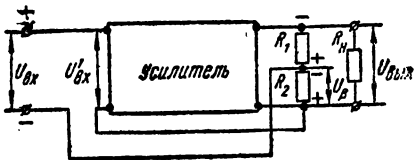

Рис. 2. Скелетная схема усилителя с отрицательной обратной связью по напряжению
- 1) отрицательную обратную связь по напряжению (рис. 2);
В схеме на рис. 2 цепь, состоящая из  $R_1$  и  $R_2$ , представляет собой делитель на-